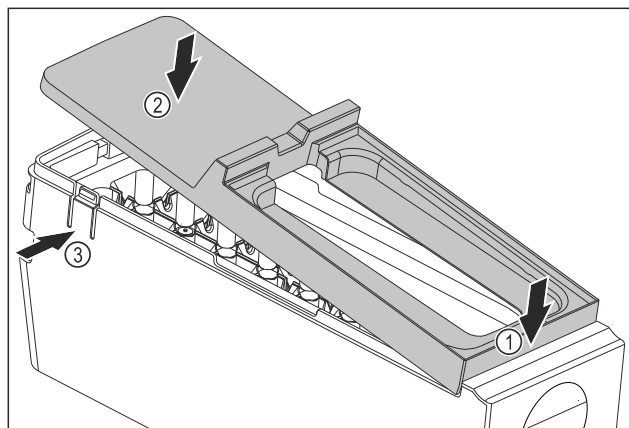

Fig. 108
- ▶ Встановіть кришку корпусу EasyTwist-Ice: Прикріпіть кришку спереду. Fig. 108 (1)
- ▶ Опустіть кришку ззаду. Fig. 108 (2)
- ▶ Кришка зі звуком фіксується в обох виступах Fig. 108 (3).